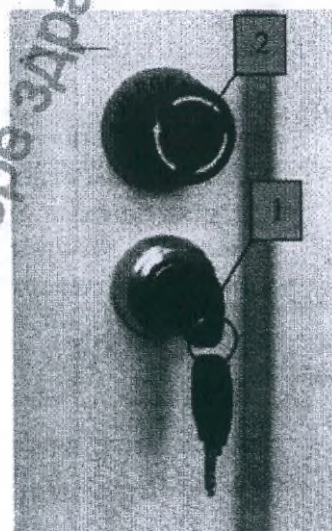

Рисунок 16 Управление питанием
Подача питания электрической сети на аппарат осуществляется посредством стартового ключа (1) и аварийного выключателя (2) (Рисунок 16). Для включения аппарата вставьте стартовый ключ в замок и поверните его по часовой стрелке. Убедитесь при этом, что кнопка аварийного отключения не нажата, в противном случае включение будет невозможным.